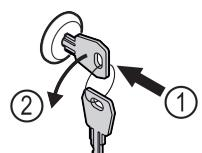

Fig. 94
- ▶ Вдавити ключ Fig. 94 (1).
- ▶ Повернути ключ на 90° проти годинникової стрілки Fig. 94 (2).